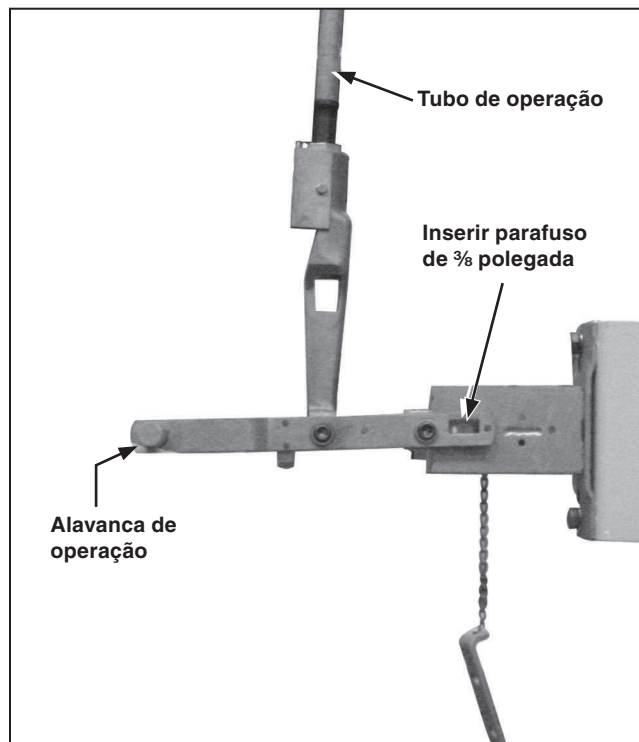

Figura 15. Alavanca de operação na posição intermediária.
- (f) Retire a trava da alavanca e movimente-a para a posição **Fechada**. Ver Figura 15 na página 18. Assegure-se que os polos da chave estão totalmente fechados. Afrouxe os parafusos de travamento na porção inferior do acoplamento rígido acoplado à seção inferior do tubo de operação.
- (h) Movimente a alavanca de operação para a posição intermediária para eliminar as tensões do acoplamento do tubo de operação. Prenda a alavanca nesta posição inserindo um parafuso de $\frac{3}{8}$ polegada ou um pino metálico no furo provido. Ver Figura 15 na página 18.
- (e) Instale a seção inferior do tubo vertical de operação rosqueando uma ponta do tubo no acoplamento da alavanca de operação. Uma extensão de rosca de aproximadamente 6,4 mm (¼ polegada) deve penetrar no acoplamento. Ver Figura 15 na página 18. Aperte a contraporca. Prenda a ponta superior do tubo ao acoplamento inferior do guia e aperte os parafusos de travamento do acoplamento. Não aperte os parafusos de ajuste associados nesta etapa.
- (i) Movimente a alavanca de operação para a posição intermediária para eliminar as tensões do acoplamento do tubo de operação. Prenda a alavanca nesta posição inserindo um parafuso de 3/8 polegada ou um pino metálico no furo provido. Ver Figura 15 na página 18.